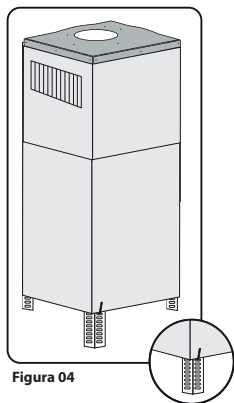

Figura 04
**5.** Vista o duto deslizante no duto fixo e utilize o gancho para segurar o duto deslizante e conseguiu terminar a instalação. **(Figura 04)**